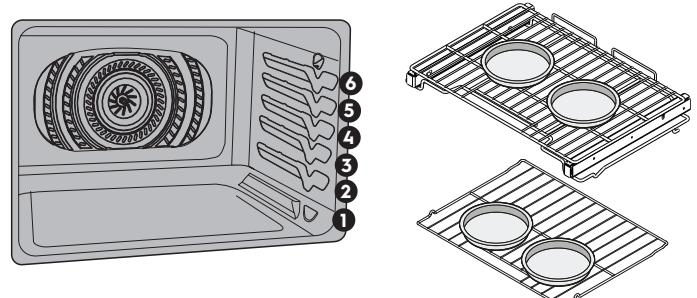

Figure 4: Position des casseroles pour de meilleurs résultats lors de la cuisson des gâteaux sur deux grilles.
- Pour la cuisson des gâteaux, utilisez les positions de grilles suivantes et placez les ustensiles de cuisson comme indiqué à la Figure 4. Pour la grille supérieure, utilisez la position de grille 5 (grille à glissière) ou 6 (grille plate).